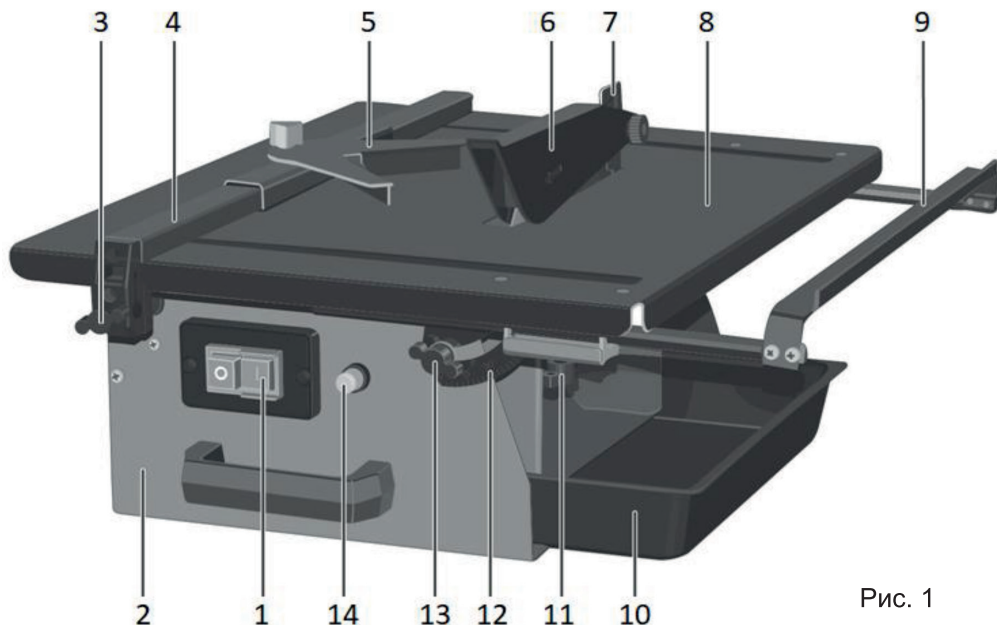

Рис. 1
Перед работой наполните ванночку 10 (рис. 1) водой. Уровень воды должен находиться между отметками «min» и «max» на стенке ванночки.
Для включения и выключения станка используйте выключатель 1 (рис. 1).
Установите на параллельный упор 4 угловой упор 5 (рис. 1).
1. Ослабьте винты (11) фиксации расширителя (9) рабочего стола. (рис. 1)
3. Зафиксируйте положение расширителя (9) винтами (11).